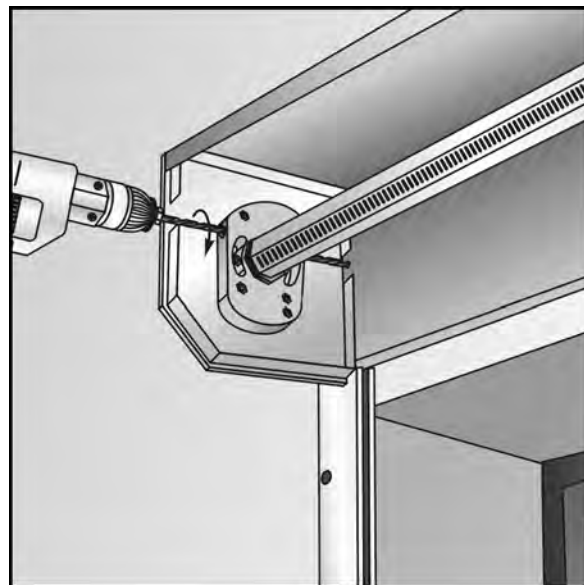

Рис. 2.20
12. Разметить расположение отверстия в стене для вывода элементов управления (рис. 2.20, 2.21).